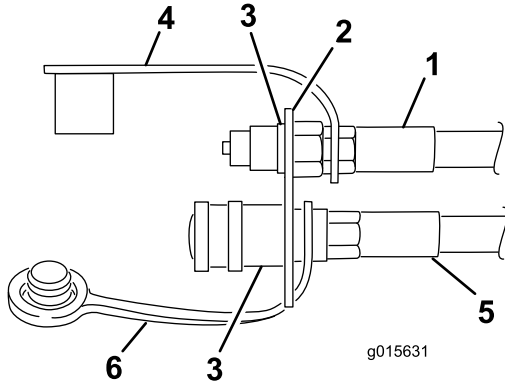

Figura 17
- Sujete el conjunto de manguera al acoplamiento hembra (Figura 17).
- Introduzca el aro del capuchón guardapolvo (Figura 17) en el extremo de la manguera hidráulica que viene del conector trasero de la válvula.
6. Introduzca el extremo de la manguera por el taladro superior del soporte de acoplamiento (Figura 17).